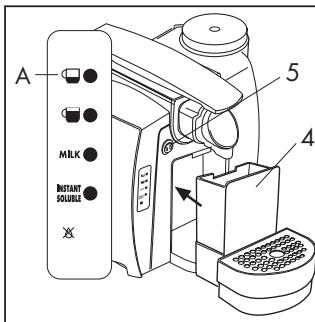

Fig. 18
Una volta pulita, reinserire la vaschetta con il porta capsule (4). Resetare la macchina tenendo premuto il tasto erogazione (A) per due secondi o spegnere e riaccendere la macchina con l'interruttore principale (5). (**Fig. 18**).